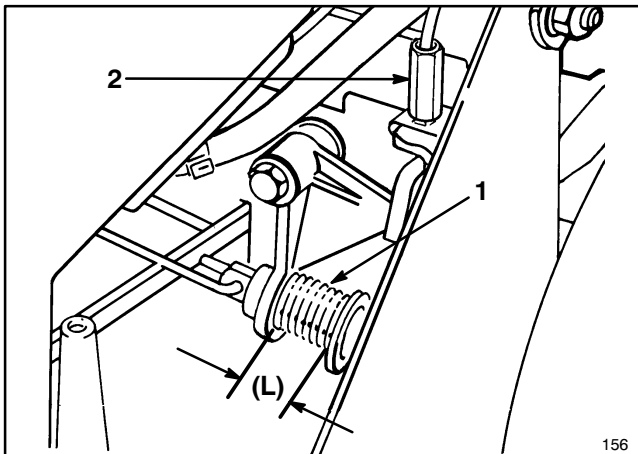

Figure 31
3. Abaissez et élevez la barre de commande contre la poignée. Tout en la maintenant contre la poignée, mesurez la longueur du ressort (L) à l'avant du ressort comme illustré sur la figure 31.
5. Pour effectuer le réglage, tournez le raccord plastique situé autour du câble de frein de la lame (fig. 31) jusqu'à ce que la longueur du ressort soit aussi proche que possible de 2,5 cm sans toutefois y être inférieure. (Voir la remarque suivante.)
4. Retirez tous les débris qui se seraient accumulés dans la zone située derrière le panneau (fig. 31).
5. Remontez le panneau vertical, revissez les deux (2) vis autotaraudeuses de 0,5 pouces pour fixer le panneau écran au plateau de la tondeuse.